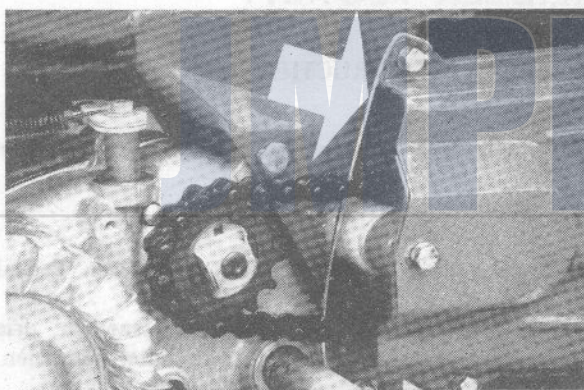

Fig. 1
- krukstaterpomp door draaien van het schroefwiel op de hoogte van de krukstaterpomp verzetten. Draad of spijk door de beide krukstaterpompen steken zie fig. 1. Krukstaterpomp openen en afnemen. Het is niet de krukstaterpomp van de krukstaterpomp dat de krukstaterpomp in de krukstaterpomp van de krukstaterpomp afnemen, moet 12 x 1 (crank) en krukstaterpomp afnemen.
- kettingslot door draaien van het achterwiel op de hoogte van de kickstarterpedaal brengen. Draad of spaak door de beide kettingeinden steken-zie fig. 1. Kettingsslot openen en afnemen. Het is fout de ketting niet vast te zetten, want dat betekent dat de ketting in de kettingkast valt.